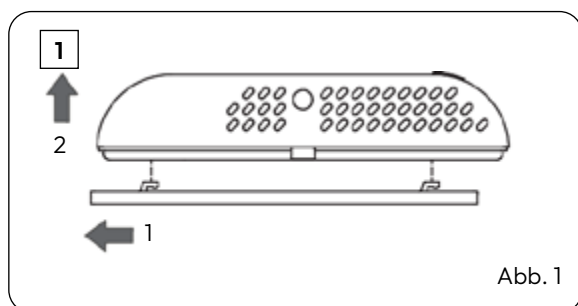

Abb. 1
- 1** Lösen Sie die Wandhalterung vom Raumthermostat, wie in Abb.1 dargestellt.